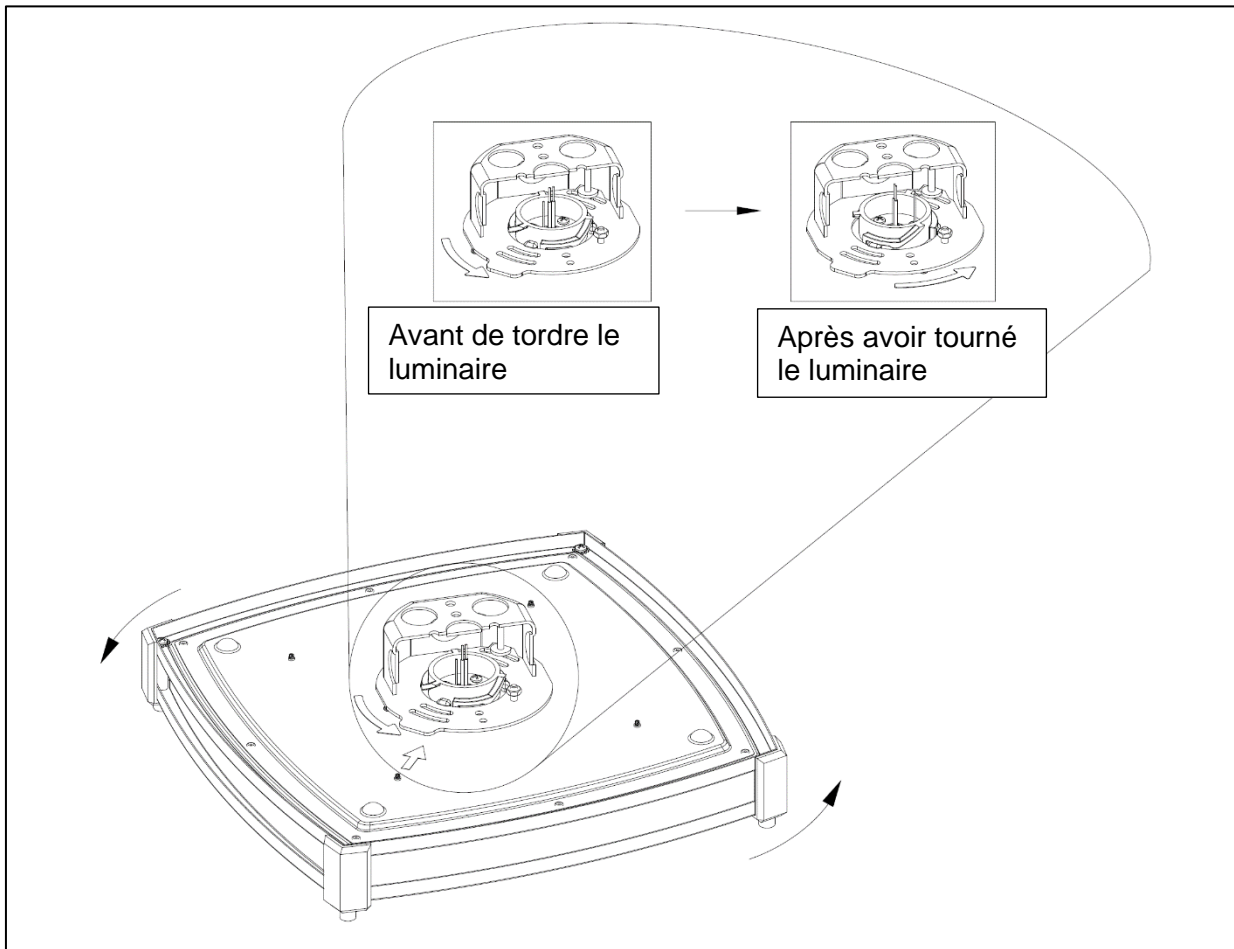

Figure 8
10. Fixez l'ensemble du projecteur au support de montage **en tournant le projecteur dans le sens des aiguilles d'une montre tout en le poussant doucement vers le haut dans la boîte de jonction**, comme illustré à la *Figure 8*. Vous devez sentir un léger « choc » pour confirmer que le projecteur est verrouillé en place. Le projecteur doit être tourné de 90 degrés dans le sens des aiguilles d'une montre à partir de l'alignement de la flèche pour être complètement installé. Si l'alignement se fait avec un Square Saturn, l'installateur disposera d'un peu plus de tolérance pour ajuster l'alignement du projecteur après avoir senti la « bosse ». Si la boîte de jonction dépasse du plafond, il peut y avoir un espace entre le luminaire et le plafond.